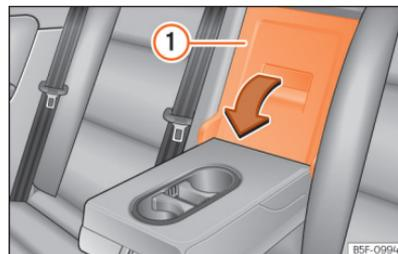

Fig. 178 No encosto do banco traseiro: abertura da tampa.
- Puxe a alavanca de desbloqueio no sentido da seta e rebata completamente a tampa >>> Fig. 178 ① para a frente.